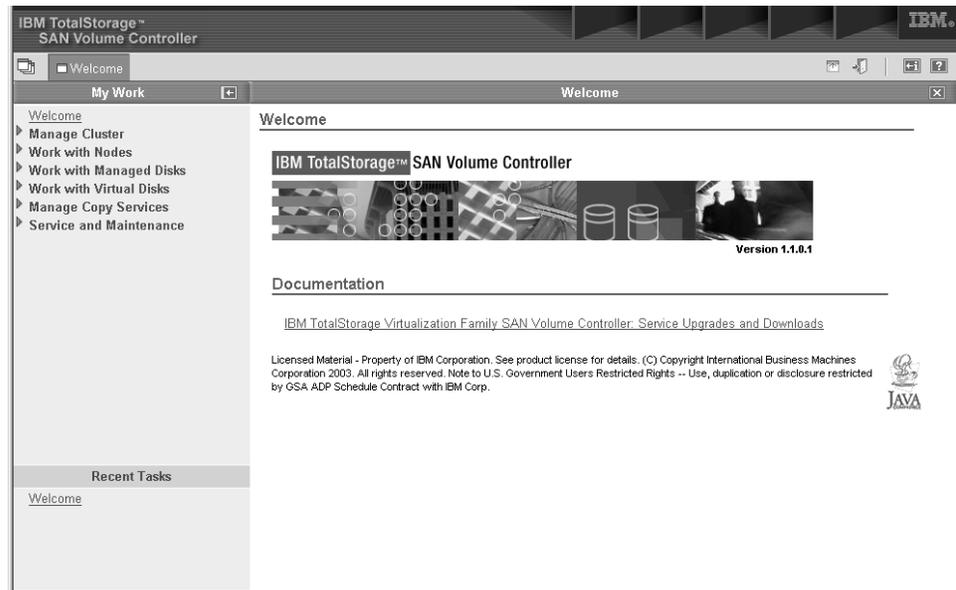

図 23. SAN ボリューム・コントローラー・コンソール「ようこそ」パネル
5. 「進む」をクリックすると、新しいウィンドウに「ようこそ」パネルが表示されます。7 ページの図 23 を参照してください。